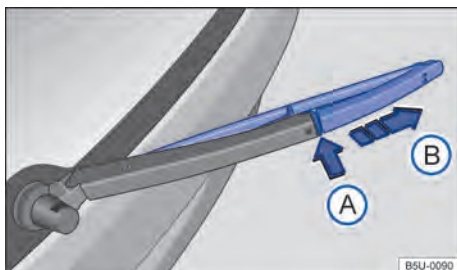

Fig. 186 Substituir a palheta do limpador do vidro traseiro.
- Manter o botão de destravamento → Fig. 186 ① pressionado.
- Retirar a palheta do limpador do vidro traseiro no sentido da seta ②.